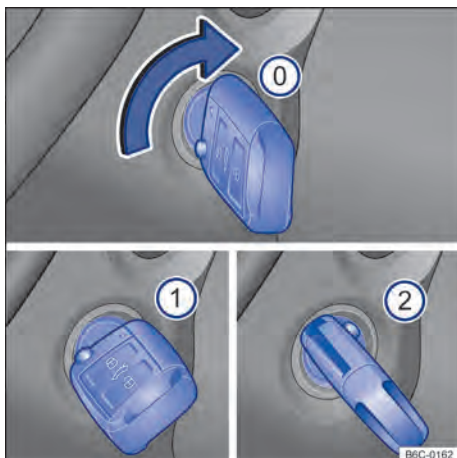

Fig. 87 Ao lado do volante, à direita: posições da chave do veículo no cilindro da ignição.
Posições da chave do veículo → Fig. 87
- ① Ignição desligada. A chave do veículo pode ser retirada.
- ① Ignição ligada.
- ② Pisar no pedal do freio (*veículos com transmissão automática*), ou no pedal da embreagem (*veículos com transmissão manual*) e ligar o motor. Quando o motor pegar, soltar a chave da ignição. Ao soltar, a chave do veículo retorna à posição → Fig. 87 ①.
- *Veículos com cilindro da ignição*: girar a chave do veículo na posição → Fig. 87 ①. A ignição está ligada. Nesse instante a luz de controle do sistema de partida aquecida  irá se acender no instrumento combinado. Aguardar que a luz de controle  se apague indicando o término do aquecimento do combustível (esta ação poderá ser necessária em condições de partida com o motor frio).
- *Veículos com cilindro da ignição*: girar a chave do veículo no cilindro da ignição para a posição → Fig. 87 ② – não acelerar. Quando o motor começar a funcionar, soltar a chave do veículo no cilindro da ignição.
- *Veículos com cilindro da ignição*: girar a chave do veículo no cilindro da ignição na posição → Fig. 87 .